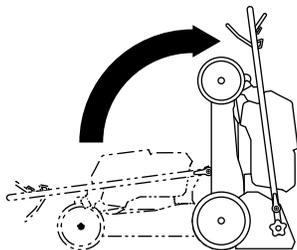

Figura 19
6. Eleve a frente da máquina pela pega e mova-a para o local de armazenamento (Figura 19).